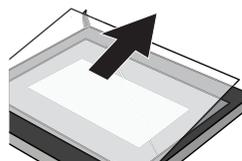

Figura 5
5. Spingere il vetro nella posizione indicata dalla freccia in Figura 5. Estrarre con delicatezza il vetro dall'incavo. (Figura 5)